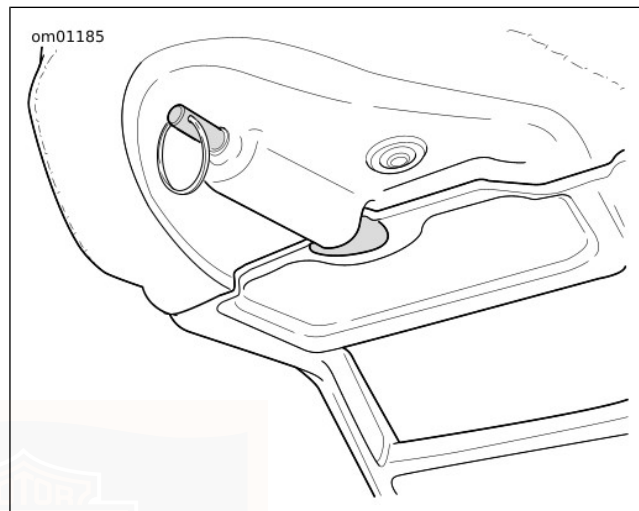

Figure 74. Loquet de siège du passager engagé : modèles FXWC
8. Voir Figure 74. Tourner le siège de passager à l'horizontale. Exercer une légère pression sur l'extrémité jusqu'à ce que le loquet de siège de passager accroche l'arrière du support du siège.